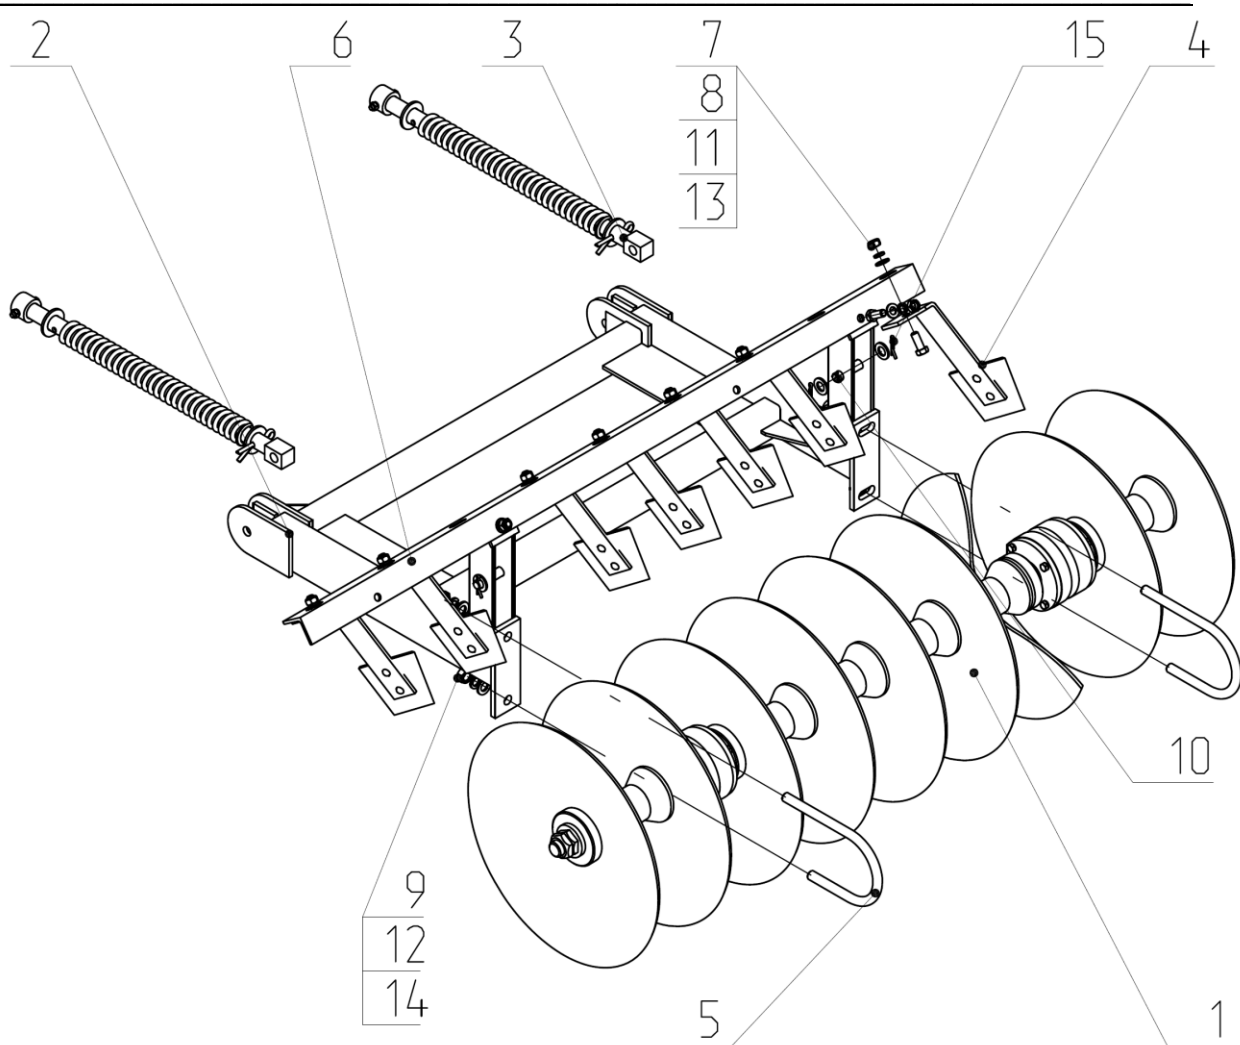

Рис.9 ЛДГ 02.010-01 Секция левая в сборе.
2.21.Секция левая в сборе (Рис.9) состоит из батареи 1, которая является основным рабочим органом, рамки 2, к которой прикручиваются уголок 6 с чистиками 4 и батарея.